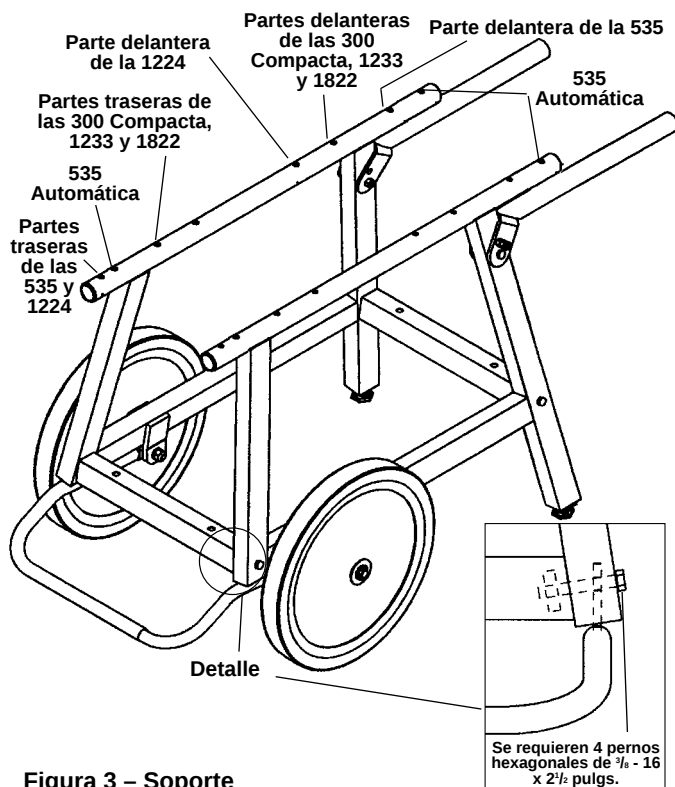

Figura 3 – Soporte
2. Ensamble el soporte con las calcomanías interiores apuntando hacia el interior del soporte (Figura 3).
3. Introduzca las barras del freno en la parte inferior de las patas, como se muestra en el dibujo. Use los cuatro (4) pernos hexagonales de $\frac{3}{8}$ - 16 x 2 $\frac{1}{2}$ pulgs. para fijar las patas a la viga cruzada. Ponga las dos mitades del freno del soporte a la distancia correcta para que encajen en las patas traseras del soporte. El Soporte No.100 con patas y bandeja no requiere la barra de frenado ni la incluye.
¡CUIDADO! La estabilidad operacional de las máquinas RIDGID depende del montaje correcto de ellas sobre los agujeros correspondientes en los rieles (Figura 3).